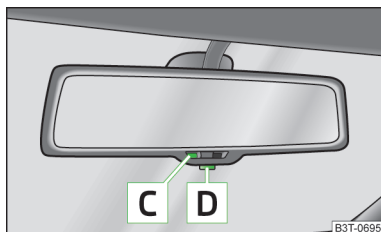

Fig. 48
- Apăsați tasta **D**, lampa de control **C** se aprinde (oglindea este activată) » fig. 48.